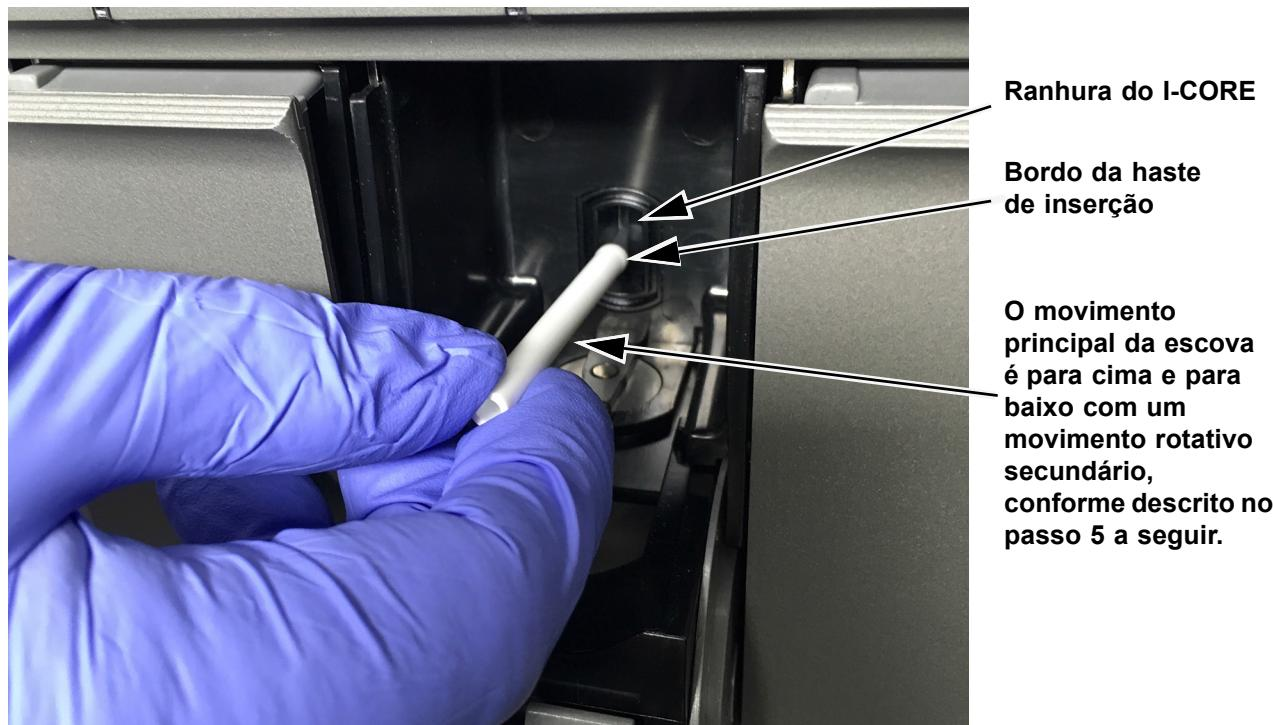

Figura 9-7. Inserção da escova de limpeza na ranhura do I-CORE
4. Usando luvas descartáveis, insira a escova na ranhura do I-CORE numa posição inclinada até ao bordo da haste de inserção, conforme ilustrado na figura 9-7.